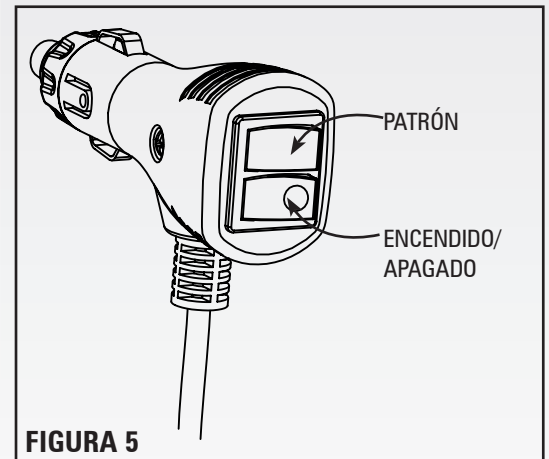

FIGURA 5
FUNCIONAMIENTO DEL CARGADOR CIG PLUG (Figura 5)
1. Consulte la Figura 5 (abajo) para el interruptor de ENCENDIDO/APAGADO (ON/OFF) y el interruptor SELECTOR de patrones (Pattern SELECT).
3. Para modificar el patrón de parpadeo mantenga presionado el interruptor SELECTOR DE PATRONES durante uno o dos (1-2) segundos hasta que la barra de luz parpadee con el nuevo patrón. La barra de luz avanzará un (1) patrón de parpadeo y mostrará el nuevo patrón cada vez que realice esta acción.